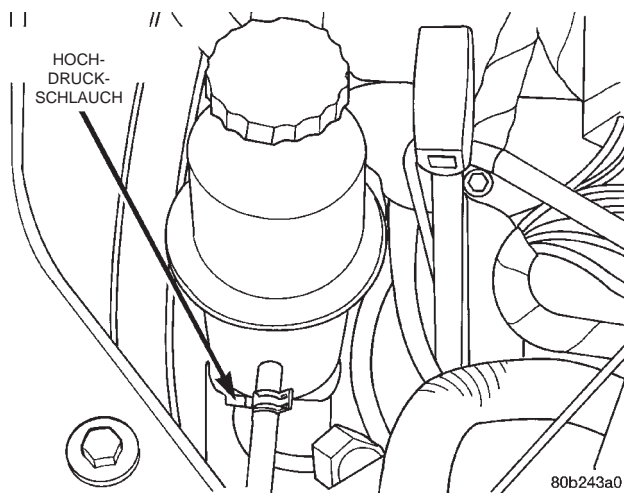
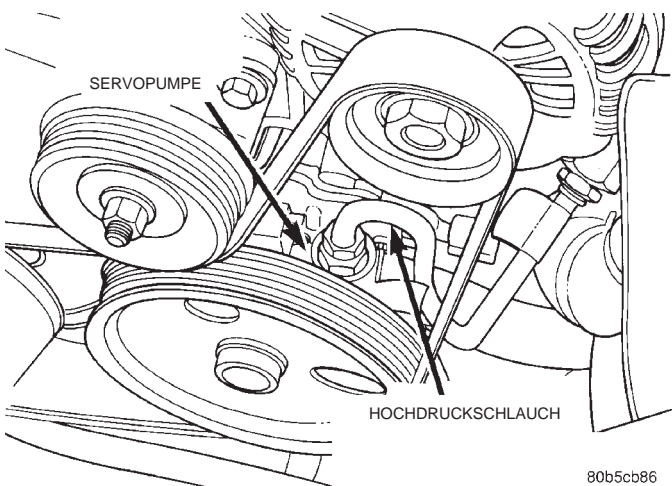

Abb. 6 Anschluss/Hochdruckschlauch an Servopumpe (2.7L-Motor)
Abb. 7 Anschluss/Hochdruckschlauch an Servopumpe (3.2L/3.5L-Motor)
(3) Hochdruckschlauch von der Servopumpe lösen (Abb. 6) (Abb. 7).